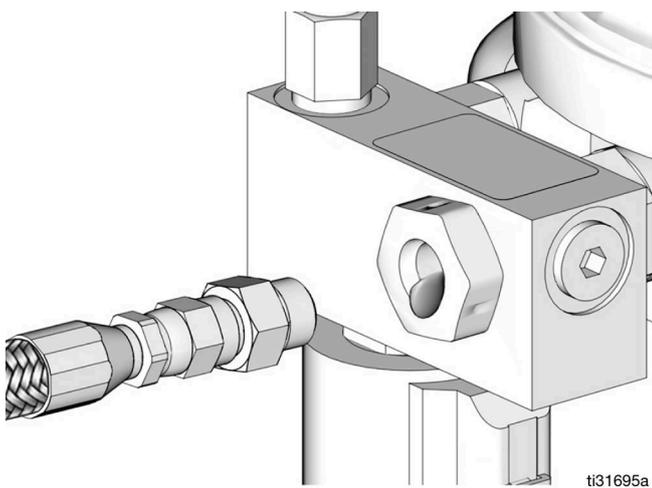

FIG. 31
2. Faire fonctionner la pompe jusqu'à ce que le lubrifiant sortant du raccord d'élément ne contienne plus d'air (FIG. 31).